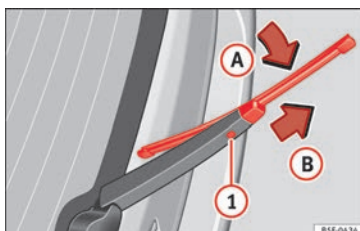

Fig. 81 Cambio de la escobilla de la luneta trasera.
- Rote la escobilla ligeramente » **fig. 81 (flecha A).**